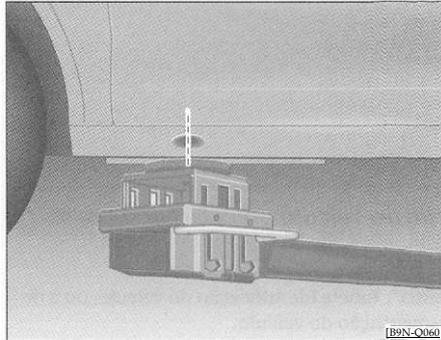
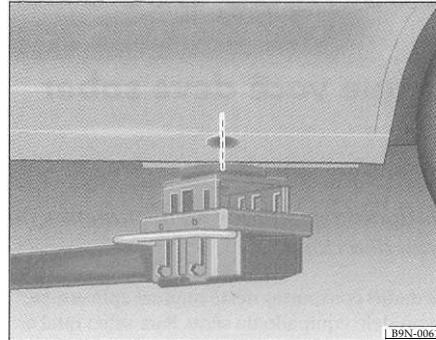

Fig. 139 Elevação do veículo: ponto de recepção dianteiro do lado esquerdo
Fig. 140 Elevação do veículo: ponto de recepção traseiro do lado esquerdo
O seu veículo só pode ser levantado através de um elevador, pelos pontos assinalados nas figuras => fig. 139 e => fig. 140 => A-
- Só levante o veículo pelos pontos assinalados nas figuras => fig. 139 e **fig.** 140. Se o veículo não for levantado pelos pontos assinalados, poderá cair do elevador, ao se remover por exemplo o motor ou a transmissão.